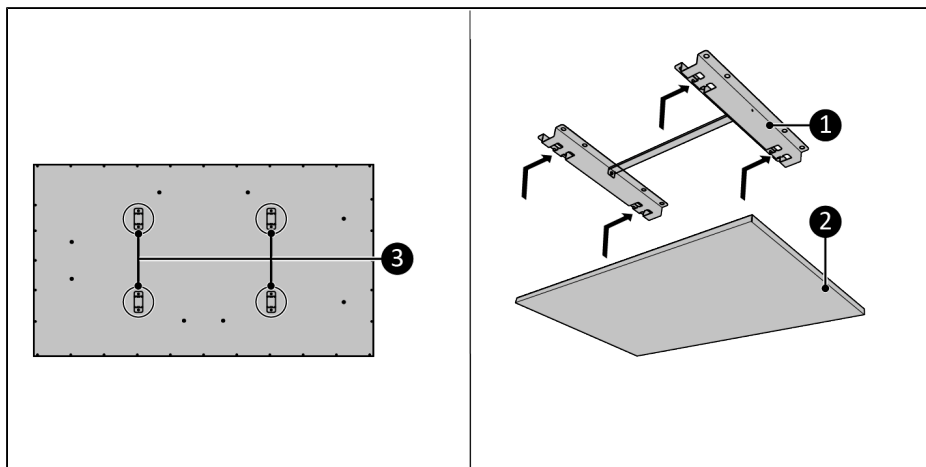

Figure 17.
8. Placez les supports de l'appareil (Figure 17, pos. 3) sur le support au plafond (Figure 17, pos. 1).
9. Glissez l'appareil (Figure 17, pos. 2) dans les ouvertures du support au plafond (Figure 17, pos. 1).